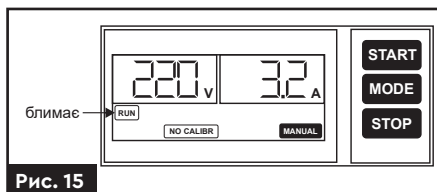

Рис. 15
2. Для ввімкнення насоса натисніть на кнопку «**START**». На дисплеї з'являться поточні значення параметрів роботи (значення напруги, сили струму, режим роботи тощо), що зазначені на **рис. 15**.